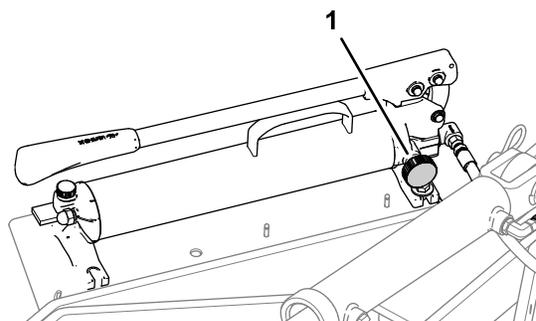

Figura 21
1. Feche a válvula na base da bomba manual hidráulica (Figura 21) e acione o manípulo da bomba até o pino de bloqueio rodar no suporte da barra de bloqueio.
- Feche a válvula da bomba hidráulica manual (Figura 21) e acione o manípulo da bomba para elevar o arejador para a posição de transporte.